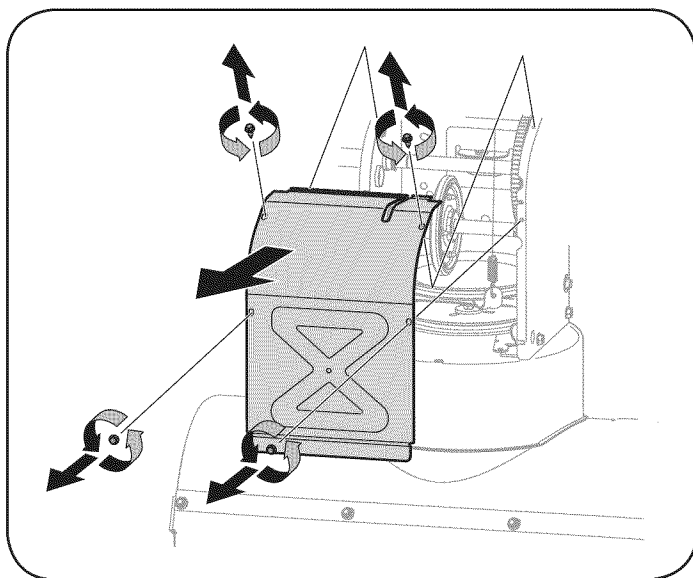

Figura 32
6. Saque la cubierta del marco desde debajo de la máquina quitanieve retirando los cuatro tornillos autorroscantes que la aseguran. Vea la Figura 32.
3. Saque la cubierta del marco desde debajo de la máquina quitanieve retirando los cuatro tornillos autorroscantes que la aseguran. Retire la rueda derecha quitando el tornillo y la arandela de campana que la aseguran al eje. Vea Figura 32.